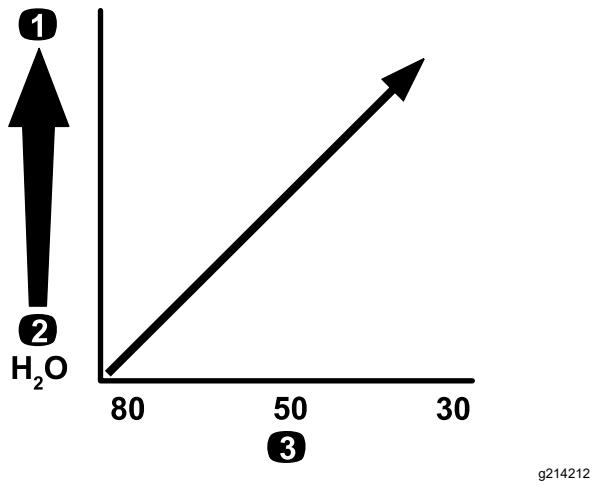

Figure 24
**Important:** Si vous pulvérisez des produits chimiques de viscosité plus élevée (plus épais) ou des solutions avec poudres mouillables, vous devrez peut-être utiliser un maillage plus grossier pour le filtre d'aspiration en option; voir Figure 24.